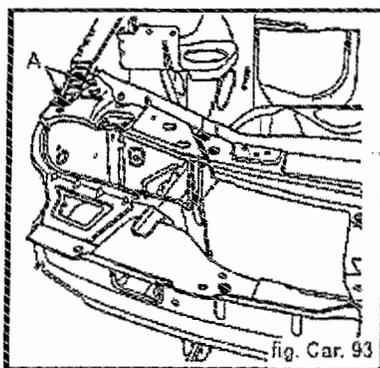
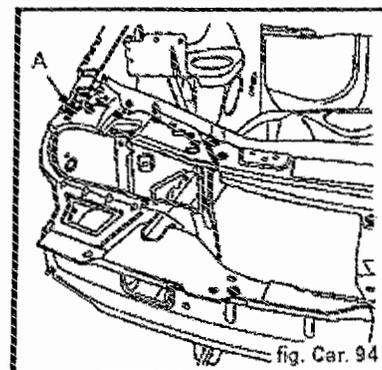

fig. Car. 93
fig. Car. 94
**Soudure (fig. Car. 93)**
**Nota :** En (A) un point en trois épaisseurs
**Soudure (fig. Car. 94)**
**Nota :** En (A) un point en trois épaisseurs.